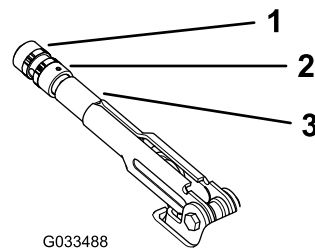

Figura 57
3. Gire el pomo (Figura 57) hasta que se requiera una fuerza de 20–22 kg (45 – 50 libras) para accionar la palanca.
4. Apriete el tornillo de fijación cuando termine (Figura 57).